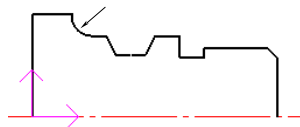

图 4-132 创建圆角
2) 选择下拉菜单“修改”→“过渡”命令,或在“编辑”工具栏单击“过渡”按钮,在立即菜单中选择“圆角”,选择如图4-132所示的边倒R4圆角。